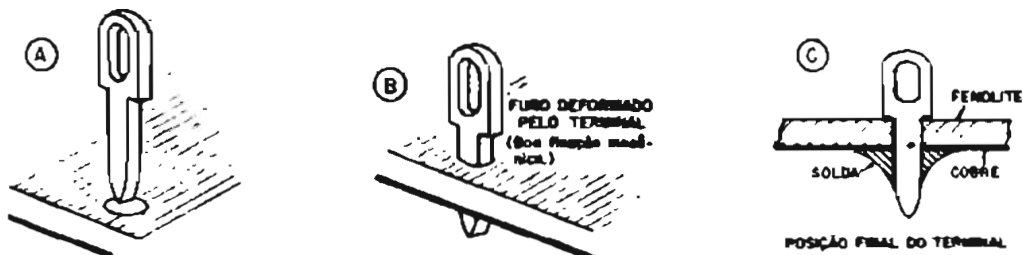

Figura 7 - Modo correto de inserir e soldar os terminais na placa de fiação impressa
- 1 - Coloque e solde os 7 terminais de ligação externa nos orifícios indicados com as letras A, B, C, D, E, F e G. Coloque e solde também os 4 terminais para a ligação das bases e emissores dos transistores de saída T6 e T7 nos orifícios marcados B6, E6, B7 e E7. Use pressão moderada ao inserir os terminais, evitando rachar a placa impressa. (Figura 7).